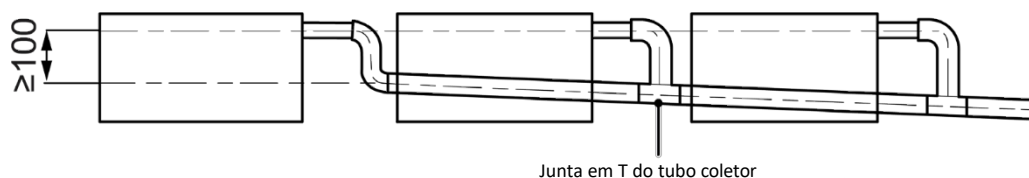

Fig. 4.3.4
- 4 Ao ligar vários tubos de escoamento, siga as instruções indicadas na Fig. 4.3.4. Escolha um tubo coletor de escoamento que corresponda à capacidade da unidade.